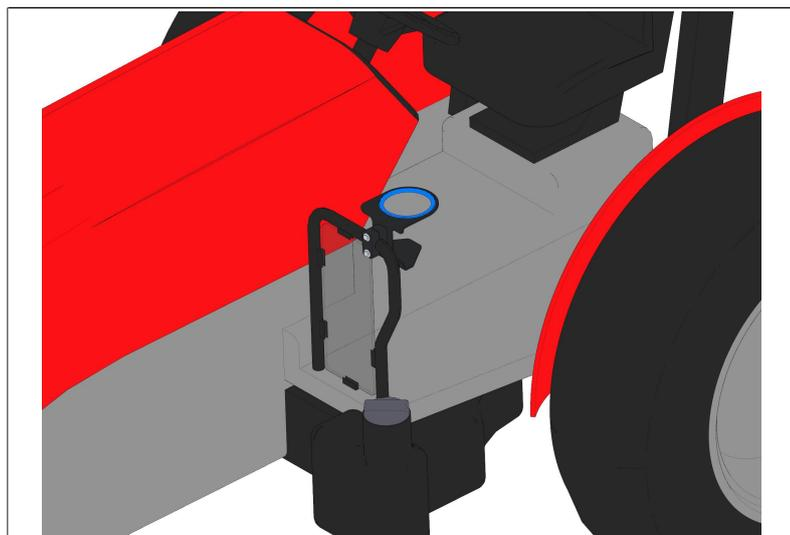

Fig. 2
2. Pour l'utilisation de contenants de boisson plus grands, installer le revêtement en caoutchouc fourni à l'intérieur du support du porte-gobelet, comme illustré à la figure 2.